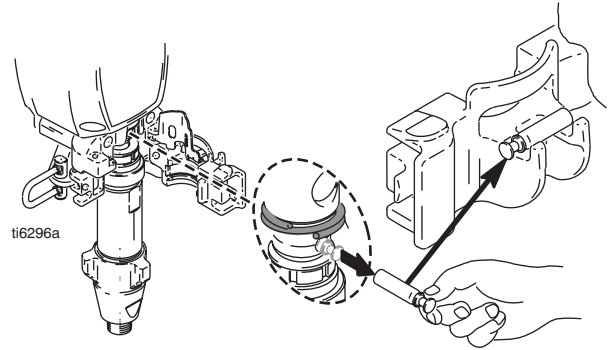

FIG. 23
2. FIG. 23. Arrêter la pompe avec la tige de piston en position de fin de course basse.
- 10. FIG. 23. Extraire la goupille et la mettre dans le porte-goupille.